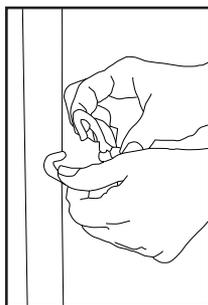

Fig. 2
1. Démontez l'extrémité arrondie du support de cordon afin de l'ouvrir assez pour recevoir la poignée de l'aspirateur (Fig. 2).